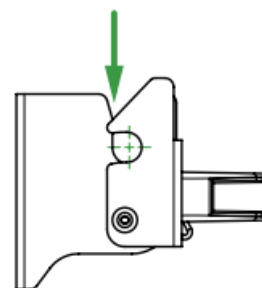

FIGURA 1
Antes de transportar el producto, asegúrese de que esté correctamente embalado. Durante el transporte, fije siempre la carga. Si es necesario apilar, siga siempre el esquema que se muestra en la figura 1. Transporte la carga nivelada y siguiendo todos los preceptos y reglas para el transporte de cargas, asegurándose también que no existen riesgos de golpes o caídas durante el propio transporte.
- Acerque la barra posterior de la silla hacia la abertura de anclaje del cierre que se encuentra en la parte superior de éste (ver figura 1).